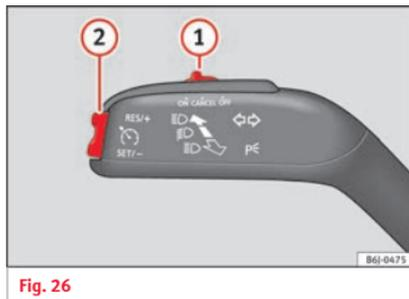

Fig. 26
- Connecter le GRA : déplacez le contacteur » fig. 26 ① sur **ON**. Le système s'allume. Étant donné qu'aucune vitesse n'a été programmée, le système ne règle pas la vitesse.
- Activer le GRA : appuyez sur le bouton » fig. 26 ② dans la zone **SET-**. La vitesse fixée est alors mémorisée et maintenue.
• Déconnecter le GRA temporairement : déplacez le contacteur » fig. 26 ① sur **CANCEL** ou appuyez sur la pédale de frein. Le réglage est désactivé temporairement.
• Reconnecter le GRA : appuyez sur le bouton » fig. 26 ② sur **RES/+**. La vitesse mémorisée sera de nouveau enregistrée et réglée.
• Augmenter la vitesse programmée pendant le réglage du GRA: appuyez sur le bouton ② sur **RES/+**. Le véhicule accélère jusqu'à la nouvelle vitesse enregistrée.
• Réduire la vitesse programmée pendant le réglage du GRA: appuyez sur le bouton ② sur **SET/-** pour réduire 1 km/h (1 mph). La vitesse est réduite jusqu'à atteindre la nouvelle vitesse enregistrée.
• Déconnexion du GRA: déplacez le commutateur » fig. 26 ① sur **OFF**. La vitesse mémorisée est effacée et le système est déconnecté.